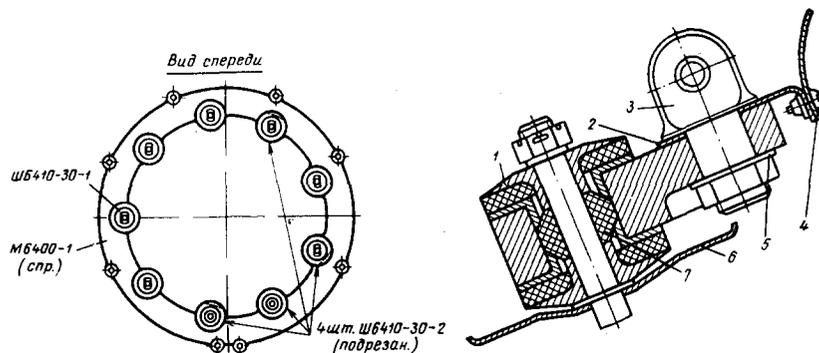

Рис. 4. Монтаж внутреннего капота МШ6909-180 на двигатель:
13.1. Произведите монтаж внутреннего капота МШ6909-180 (рис. 4).